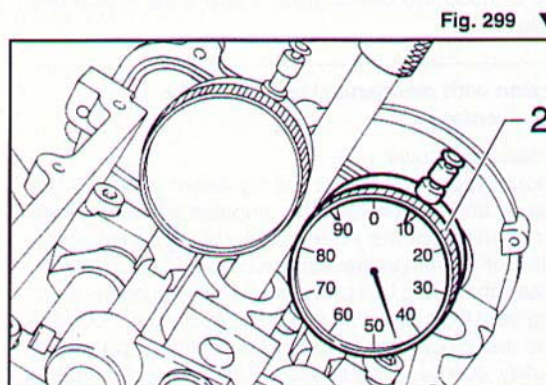

Fig. 299 ▼
- ruotare l'albero motore fino alla completa chiusura della valvola di scarico: il valore (nell'esempio raffigurato 0,45 mm) indicato dal comparatore (2) rappresenta l'apertura residua della valvola alla fine della fase di scarico in corrispondenza al PMS (Fig. 299);
- rotate the crankshaft until the exhaust valve is fully closed: the value (0.45 in the example in the figure) indicated on dial gauge (2) represents residual aperture of the valve at the end of exhaust cycle at TDC (Fig. 299);